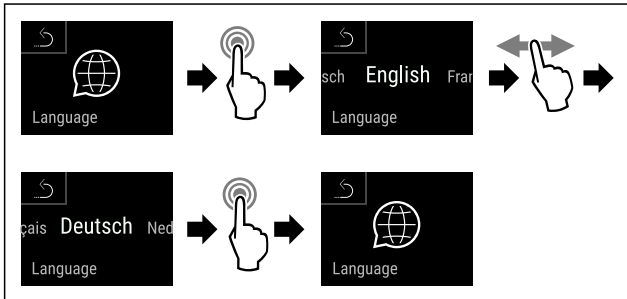

Fig. 104
- ▶ Seguir los pasos de procedimiento (consulte Fig. 104) .